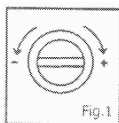

Fig. 1
- Si pendant le repassage on veut changer immédiatement la quantité de vapeur émise, tourner la poignée de réglage vapeur (7). En tournant dans le sens des aiguilles d'une montre la quantité augmente, en tournant dans le sens contraire des aiguilles d'une montre la quantité diminue (Fig. 1).
- Dévisser le bouchon (8) et verser dans la chaudière environ 0,600 litres d'eau.
- Après avoir fermé le bouchon (8) introduire la fiche dans la prise de courant.
- Presser le bouton (5). L'allumage du voyant lumineux signale que la chaudière et le fer à repasser sont allumés.
- Sélectionner la température désirée en tournant la poignée du thermostat (10). Le secteur entre "coton – lin" délimite le champ d'emploi de la vapeur.
- L'allumage du voyant vapeur (4) indique que l'appareil est prêt à être utilisé. La désactivation suivante de la lumière est complètement normale. Le voyant s'allumera sans compromettre le repassage.
- Pour l'émission de vapeur presser le bouton vapeur (6).
- Afin d'obtenir toujours un repassage optimal on recommande de presser le bouton de contrôle vapeur (6) par intervalles non seulement pour vaporiser de façon optimale, mais aussi pour pouvoir sécher le tissu repassé.
- Si pendant la phase de repassage on veut varier immédiatement la quantité de vapeur émise, agir sur la poignée de réglage vapeur (7). La quantité de vapeur sera supérieure en tournant la poignée dans le sens des aiguilles d'une montre. (Fig. 1)
- La désactivation du voyant (2) indique que l'eau à l'intérieure de la chaudière est terminée.
- Faire sortir la vapeur résiduelle à l'intérieur de la chaudière en pressant la touche (6).
- Désactiver la touche (5).
- A ce point on peut ouvrir le bouchon (8) très lentement pour faire sortir la vapeur éventuel- le résiduelle qui se trouve dans la chaudière.